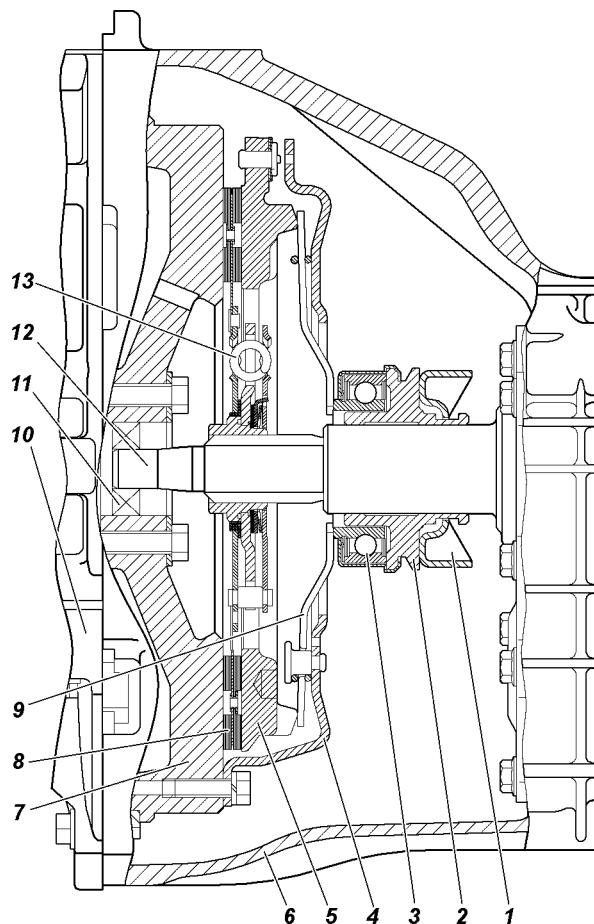
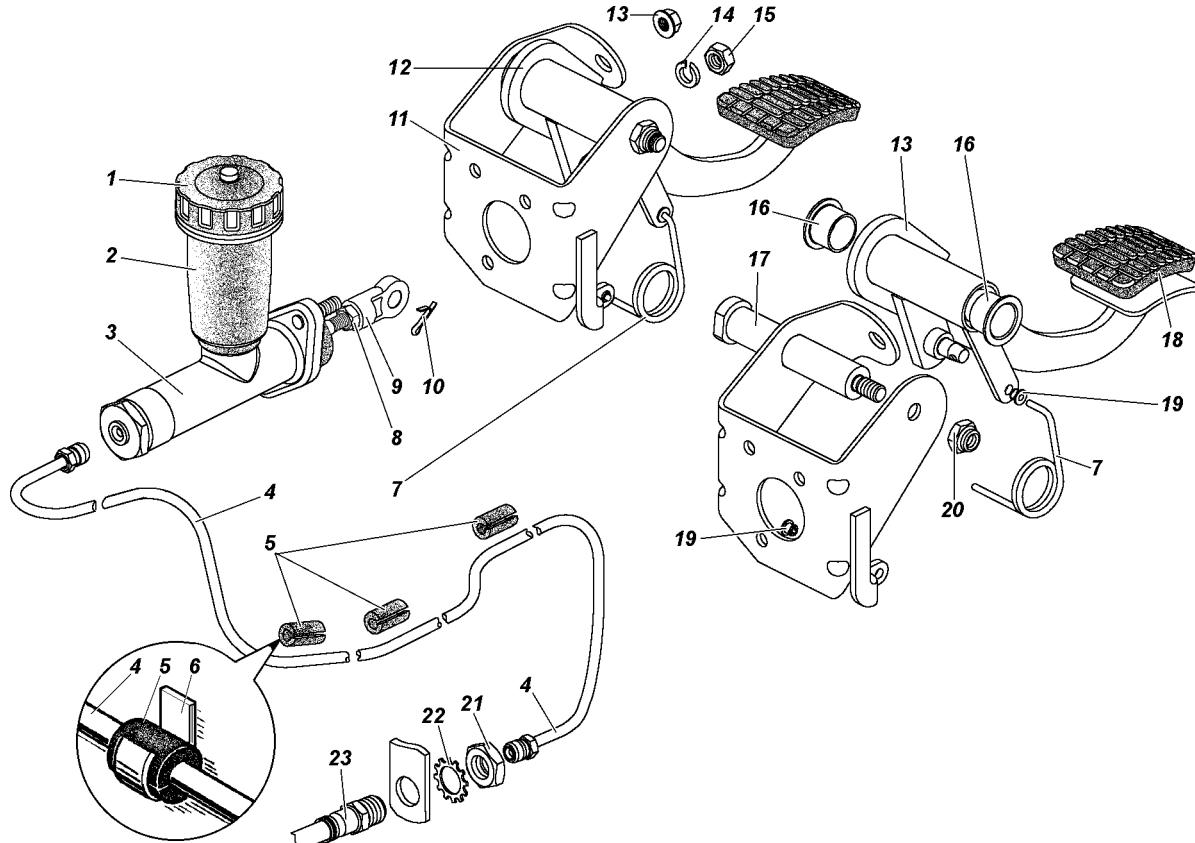

Рис. 5.1. Сцепление:
Рис. 5.2. Привод выключения сцепления (педаль, главный цилиндр и трубопровод):
Сцепление (рис. 5.1) автомобиля сухое, однодисковое, с центральной нажимной пружиной диафрагменного типа. Привод выключения сцепления (рис. 5.2, 5.3) - гидравлический.
- Снимите муфту 2 (см. рис. 5.1) с подшипником 3 и вилку 1 с крышки первичного вала коробки передач.